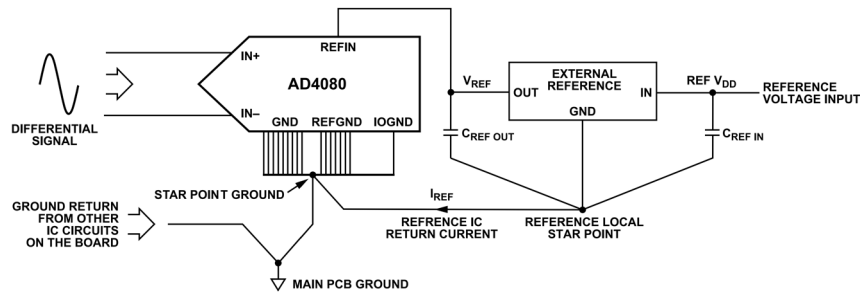

図 106. AD4080 外部リファレンス・グラウンド接続
- ▶ 図 106 に、グラウンド (GND)、リファレンス・グラウンド (REFGND)、およびデジタル・グラウンド (IOGND) の推奨される接続を示します。リファレンス IC の電流帰還経路を、PCB 上の他の回路からの電流帰還ループと同じ電流ループ内に保持しないことを推奨します。図 106 に示すように、リファレンスのローカル・スター・ポイントを PCB の最上層の ADC スター・ポイント・グラウンドに接続します。